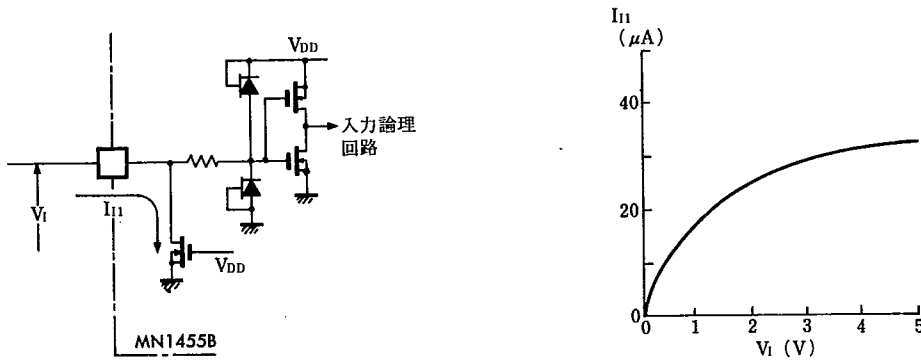

Fig. 2 プルダウン抵抗付入力回路および入力電流 (Fig. 4 参照)
停電時には、電源をバッテリーバックアップして、発振周波数を4MHzから32kHzに切り換え、低速でマイクロコンピュータを動作させて、このときの消費電流を低減させます。命令実行スピードは、32kHzの1/5分周が1マシンサイクルですから156 μ sとなります。周波数切換時のタイミング関係を図2に示します。ただし、これはあくまでも模式的なものであり、精密なタイミングチャートではありません。
*2) Fig. 2参照